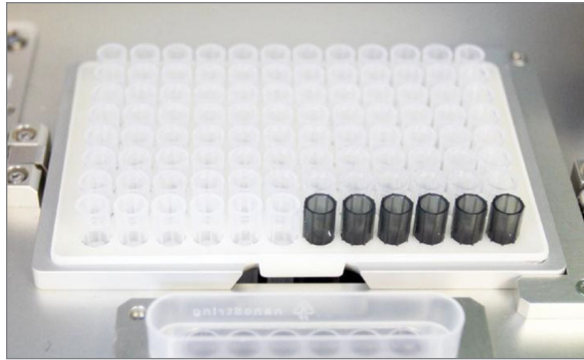

ABBILDUNG 5.14: Ordnungsgemäße Platzierung der Ablage mit Pipettenspitzen und Folien-Piercern
- c. Setzen Sie den geladenen metallenen Spitzenträger zurück auf das Deck der Prep Station und achten Sie darauf, dass die Folien-Piercer ganz vorne auf dem Deck positioniert sind (**ABBILDUNG 5.14**).